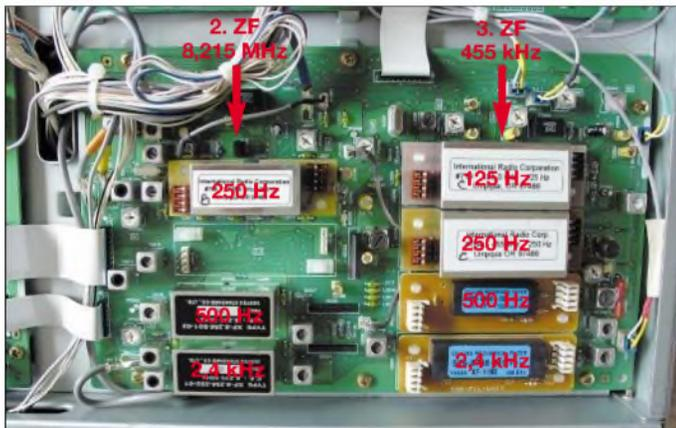

Bild 1: Filteranordnung im Mark-V FT-1000MP Field des Autors
Unter Nutzung der freien Filtersteckplätze wollte ich vor allem die Bandbreiten 2,4 kHz, 500 Hz, 250 Hz und 125 Hz über die drei Bandbreitentasten *NOR*, *NAR1*, *NAR2* einschalten können. Dazu habe ich die Steckplatzbelegung entsprechend Bild 1
Das Filter B = 500 Hz, $f_m = 455$ kHz auf der zweiten ZF ist auf dem für das 2,0-kHz-SSB-Filter vorgesehenen Steckplatz eingesetzt, wie Bild 1 ausweist. Die Standardprogrammierung des Mark-V bewertet diesen Steckplatz als *SSB-Filterplatz* mit der entsprechenden BFO-Frequenzlage relativ zur Mitte des ZF-Durchlassbereichs.
(A) siehe Bild 1;
Der freie Filtersteckplatz der zweiten ZF, siehe Bild 1, könnte z.B. zusätzlich mit einem 1,8-kHz-*SSB*-Filter bestückt werden. (B) in Tabelle 1 zeigt die dann möglichen Bandbreitenkombinationen und Tabelle 2 unter (B) die Menüeinstellungen dazu.